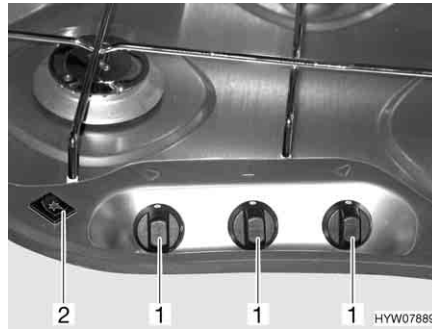

Fig. 104 Elementi di comando del fornello a gas
▷ Nei fornelli a gas senza accensione elettronica, non è presente il rispettivo interruttore a bilico (Fig. 104,2).
- Ruotare il pomello girevole (Fig. 104,1) dell'impianto a fiamma libera desiderato in posizione accesa (fiamma alta).
- Accensione elettronica: Premere l'interruttore a bilico (Fig. 104,2). Sul bruciatore vengono prodotte scintille.